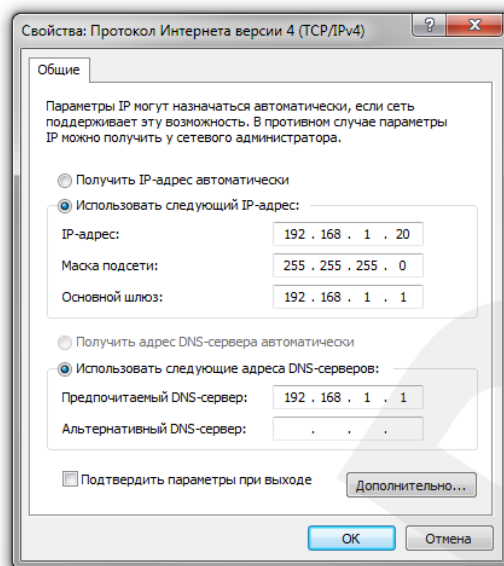

Рис. 6.8
2. Использовать следующий IP-адрес: IP-адрес задается пользователем вручную (Рис. 6.8):